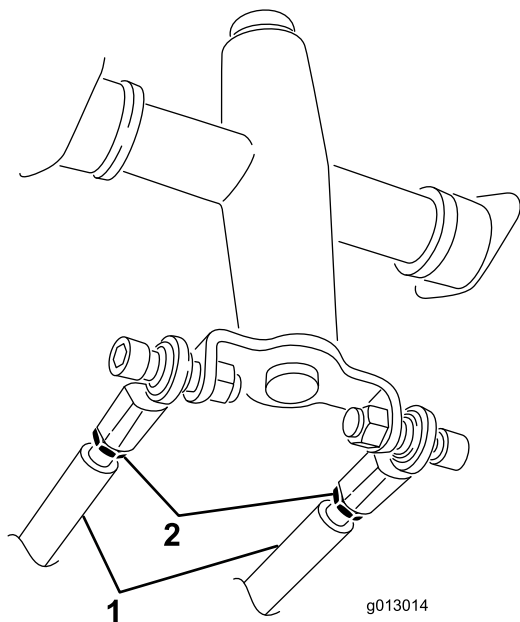

Figure 54
3. Desserrez les écrous de blocage sur les tiges de déplacement, sous le panneau de commande (Figure 54).